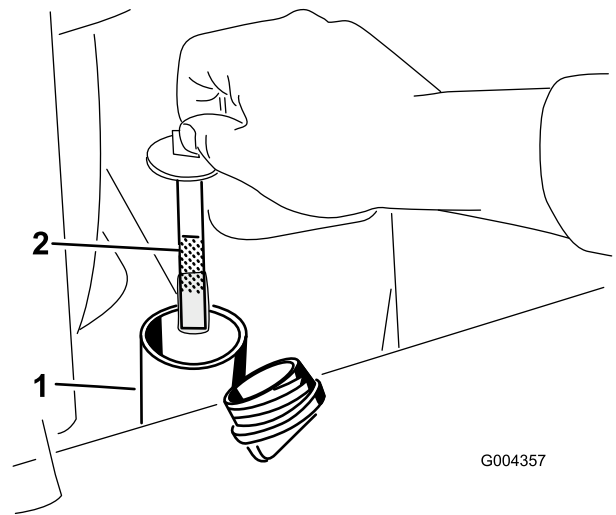

Figura 57
5. Retire el tapón y la varilla del depósito hidráulico (Figura 57).